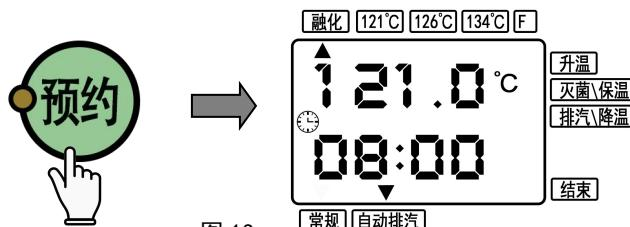

图 13
③预约设置：按下“预约”键，出现图13界面，再按上述第②小节（设置灭菌时间）步骤进行预约时间设定。设定结束按下“启动”键，进入预约倒计时状态。